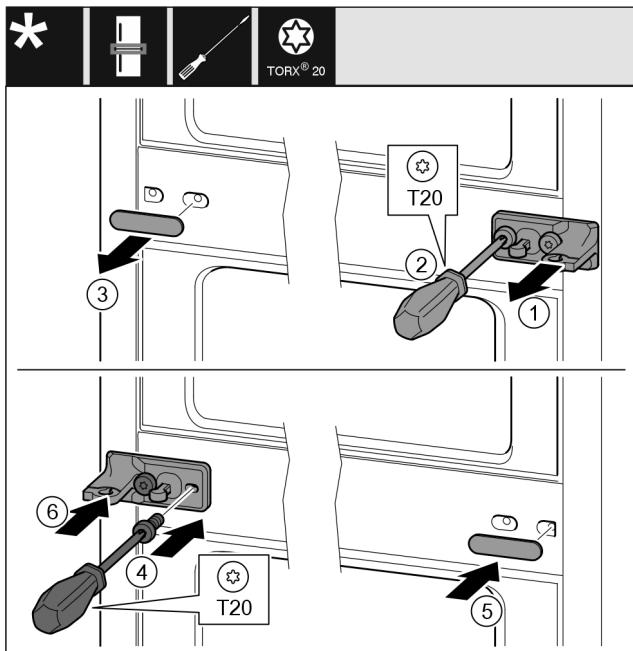

Fig. 21
- ▶ Stiahnite podložku. Fig. 21 (1)
- ▶ Skrutkovačom T20 vyskrutkujte skrutky. Fig. 21 (2)
- ▶ Opatrne stiahnite kryt. Fig. 21 (3)
- ▶ Ložiskovú konzolu s fóliou priskrutkujte otočenú o 180° na druhú stranu. Fig. 21 (4)
- ▶ Kryt pripomene otočený o 180° na druhú stranu. Fig. 21 (5)
- ▶ Podložku nasuňte spred. Fig. 21 (6)